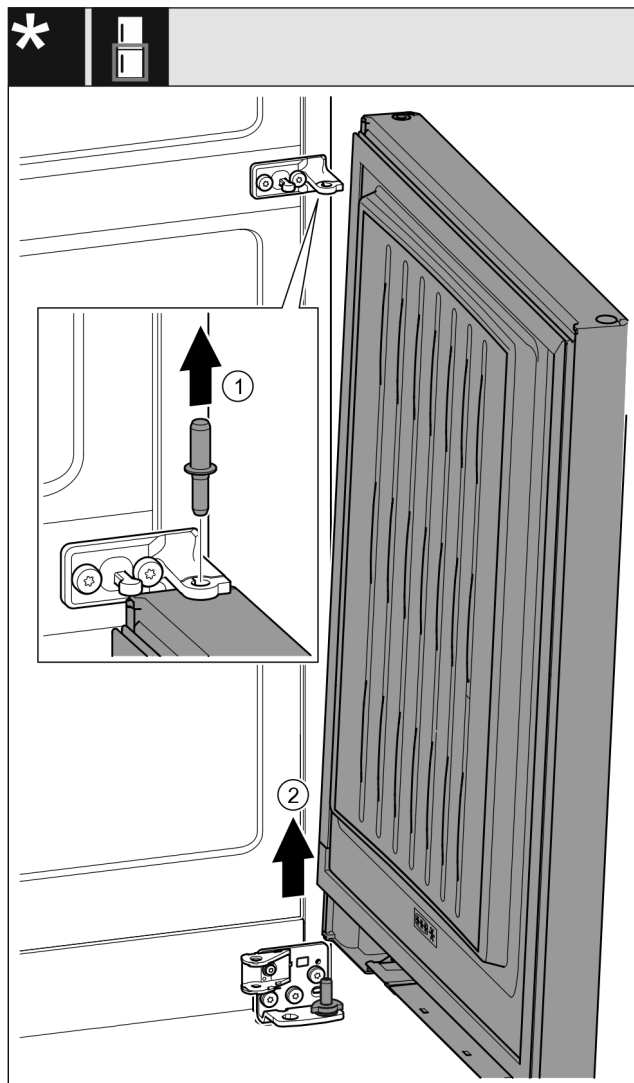

Fig. 23 \*
- ▶ Izvelciet ārā tapu uz augšu. Fig. 23 (1)\*
- ▶ Atvirziet durvis, pavelciet uz augšu un novietojiet malā. Fig. 23 (2)\*